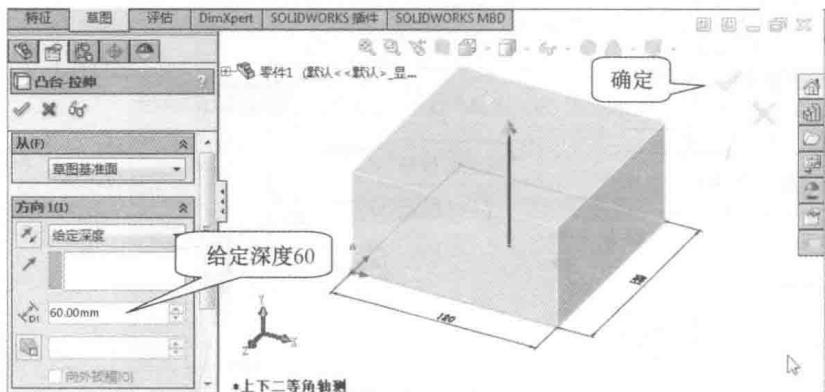

图 1-14 设置拉伸属性
(6) 单击“视图 (前导)”工具栏中的“整屏显示全图”按钮 \square ，调整视图显示。
(7) 单击确认角的“确认”按钮 \checkmark ，结束并接受草图绘制。系统退出绘制草图状态，并自动进入“凸台-拉伸”属性设置状态，如图 1-14 所示。